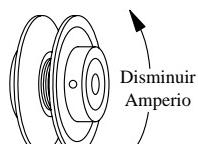

Fig. 9
- Ajuste la polea si es necesario.** Si la lectura de amperio es menos del valor especificado del motor, apague la unidad y quite el panel de inspección (la tapa para modelos ADA35 y ASA35). Desconecte el motor dentro de la caja para protegerse en caso de que alguien intente poner en marcha el aparato mientras usted está trabajando. Esto hay que hacerlo por su propia seguridad. Ajuste la polea a un diámetro más grande y vuelva a ajustar la tensión de la correa. Conecte el motor, coloque el panel y compruebe de nuevo el amperio. Repita estos pasos hasta obtener la lectura de amperio correcta. El incrementar el diámetro de la polea, incrementa también el amperio; el disminuir el diámetro de la polea, disminuye también el amperio (véase fig. 9).